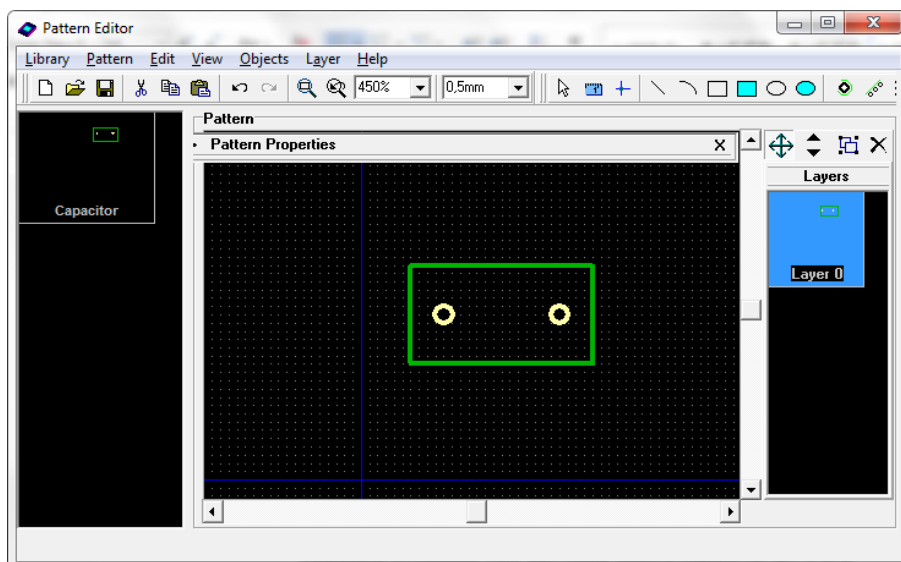

Рис. 3.8.3
5) Начертить прямоугольный контур микросхемы. Для этого выполнить команду **Line**. Поставить курсор в 1-ю точку (3; 7) и щелкнуть ЛК. Переместить курсор во 2-ю точку (14; 7), щелкнуть ЛК. Установить курсор в 3-ю точку (14; 13), щелкнуть ЛК. Переместить курсор в 4-ю точку (3; 13) и щелкнуть ЛК. И, наконец, снова переместить курсор в 1-ю точку (3; 7), щелкнуть ЛК, а затем ПК (рис. 3.8.3).